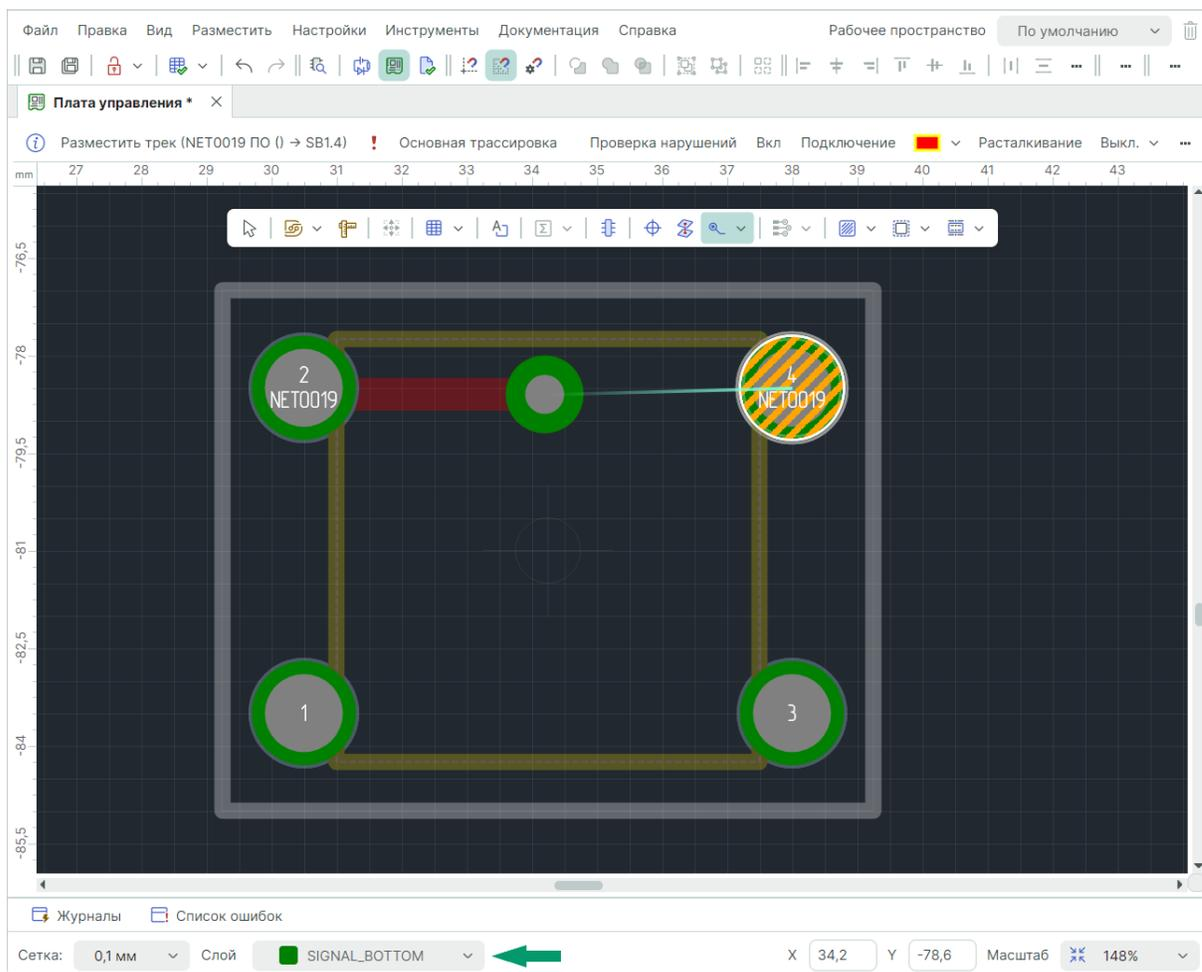

Рис. 245 Размещение перехода на другой слой
3. Выберите точку, в которой необходимо разместить переход. Автотрассировщик редактора продолжит трек с последнего зафиксированного участка до перехода, на экране будет отображен возможный вид трека и переходное отверстие, см. Рис. 245.